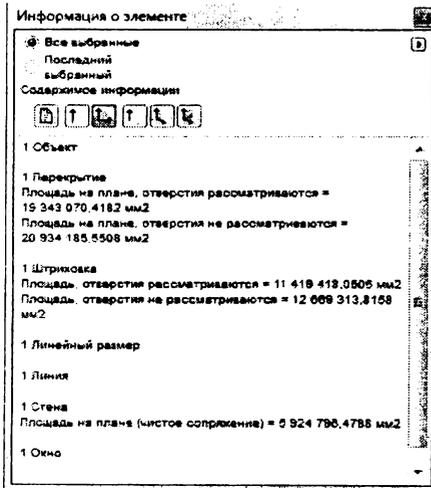

Рисунок 83
4. Нажата третья кнопка (рис. 83) – выводятся площади элементов в плане с учетом и без учета отверстий.